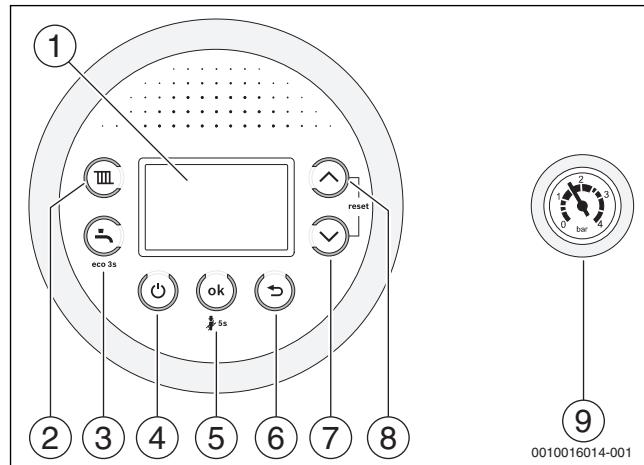

Fig. 1
- Opreți aparatul folosind tasta (→ fig. 1).